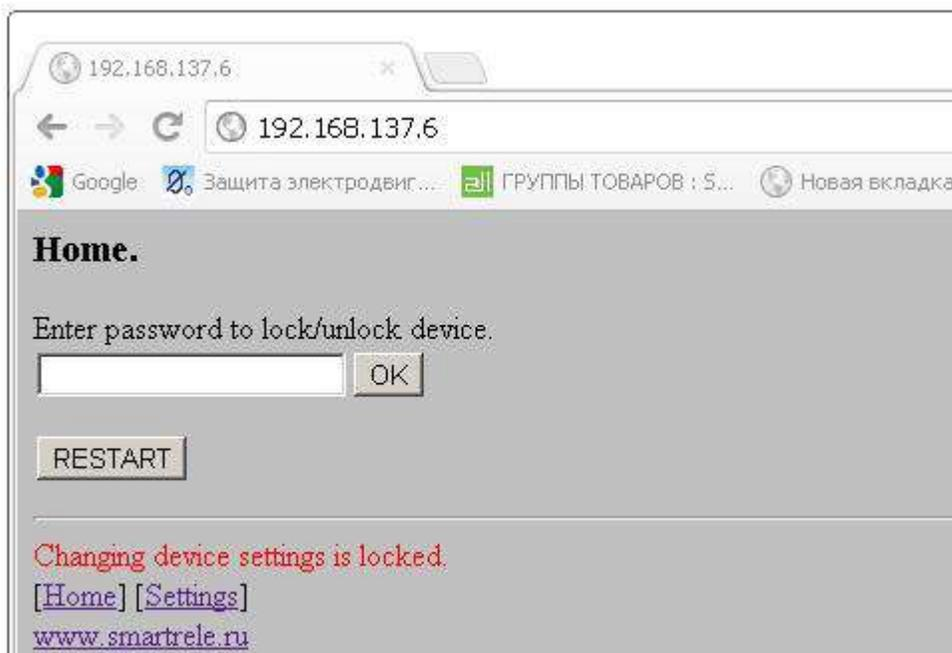

Рисунок 2 – Страница “HOME”
- 9.4 Запустите предпочитаемый браузер и наберите в строке адреса IP адрес адаптера (значение по умолчанию 192.168.1.6) . В окне браузера отобразиться страница «HOME» адаптера (рис. 2). На странице расположено поле ввода пароля для разрешения изменения настроек устройства. Кнопка “RESTART” сохраняет внесенные изменения и перезагружает адаптер. В нижней части страницы расположена информационная строка и ссылки для переключения страниц.